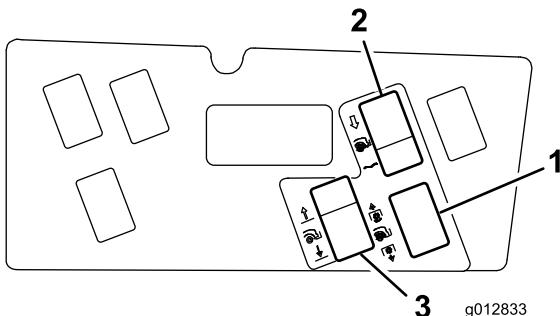

Figura 29
10. Limpe a superfície do painel e fixe o autocolante em torno dos furos expostos (Figura 29).
11. Insira os interruptores nos respetivos orifícios de montagem (Figura 29).